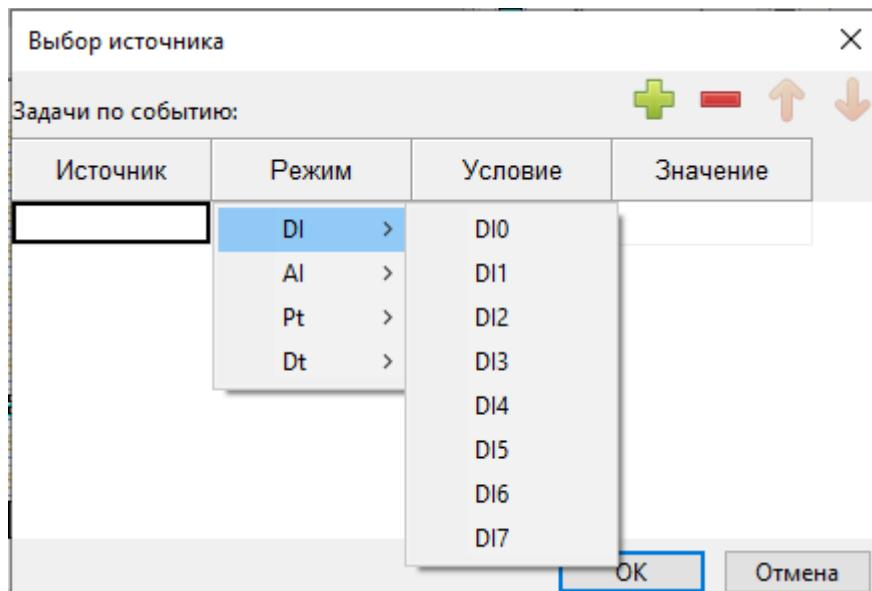

Рисунок 7.49 – выбор источника
- «Источник» – выбор источника сигнала. Это может быть дискретный вход, аналоговый вход, датчик температуры и т.д. Значение задается из выпадающего списка (рисунок 7.49).